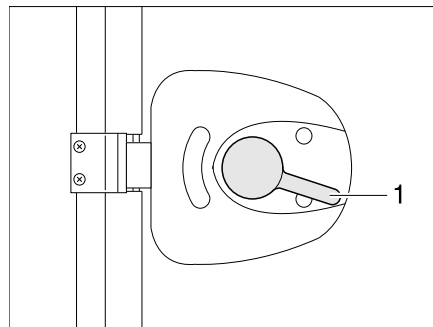

Bild 22 Türschloss Eingangstür, innen, offen
- Den Türgriff (Bild 22,1) nach unten drücken.